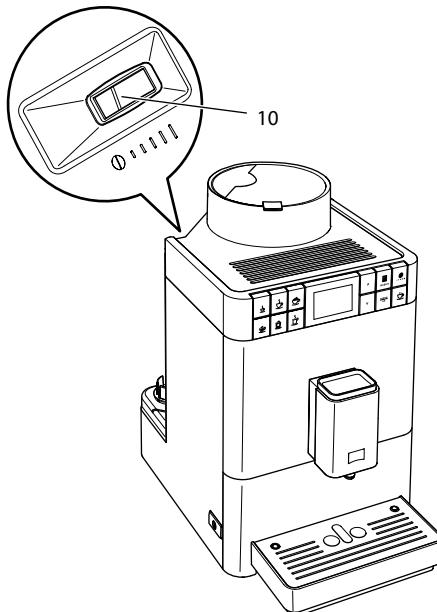

Рис. 16: Рычаг настройки тонкости помола
2. Переместите рычаг влево или вправо, как показано на Рис. 16.